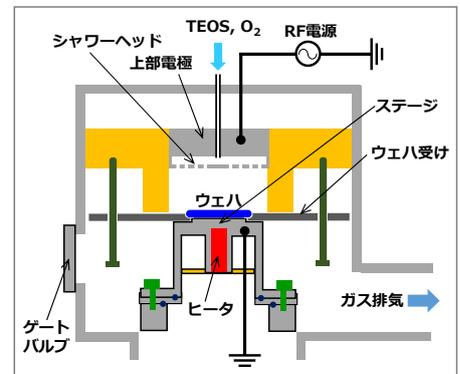

図 1 ミニマルプラズマ CVD 装置の構造
**【開発装置と実験方法】** ミニマルプラズマ CVD 装置のプロセス部の概略図を図 1 に示す。本装置は、平行平板のプラズマ CVD 装置であり、上部電極に 27MHz の高周波を印加してプラズマを発生させる。ソースガスのテトラエトキシシラン (TEOS) は、使用量が 1sccm 以下と少ないため、液体を加熱気化させてチャンバーに導入しており、Ar 等のキャリアガスを使用しない。